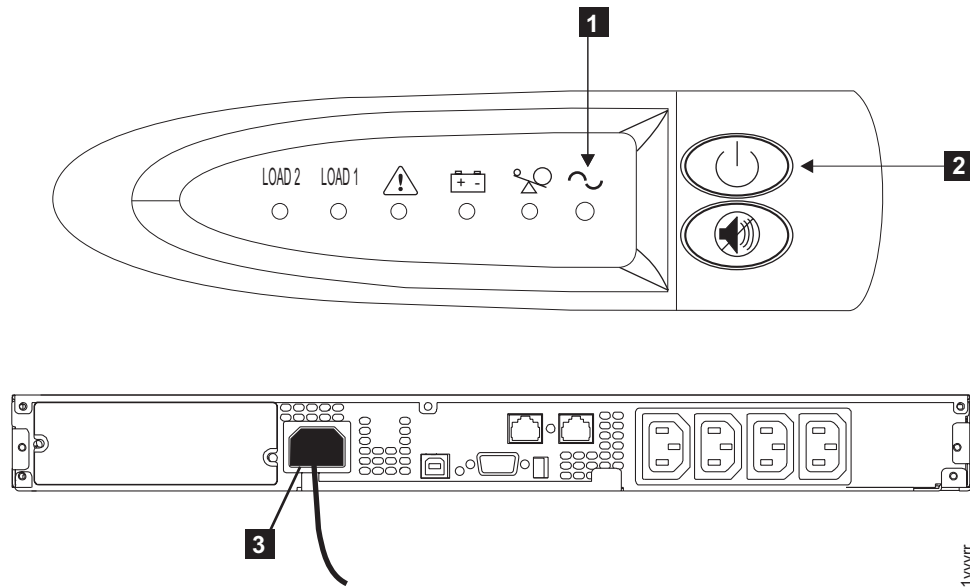

図 220. 2145 UPS-1U のフロント・パネルと背面パネル
2. 「オン/オフ」ボタン **2** を、電源ライト **1** が消えるまで (約 5 秒)、押し続けます。2145 UPS-1U は待機モードになり、すべてのインディケータがオフになります。2145 UPS-1U の正面図と背面図については、図 220 を参照してください。